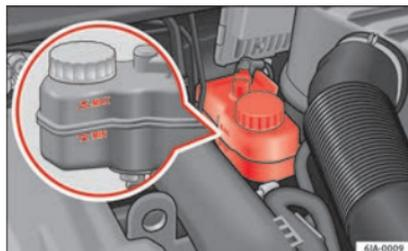

Abb. 209 Motorraum: Bremsflüssigkeitsbehälter
- Prüfen Sie den Bremsflüssigkeitsstand am Behälter  Abb. 209. Der Stand muss zwischen den Markierungen „MIN“ und „MAX“ liegen.